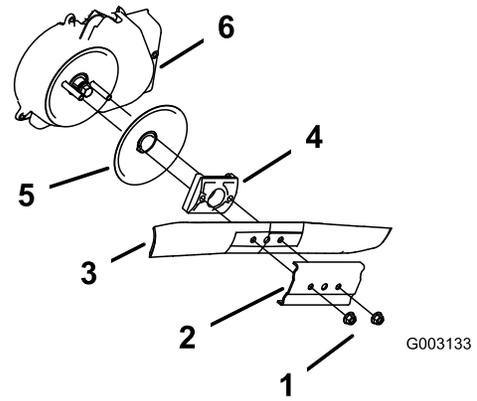

図 24
3. ブレードナット2個とスティフナを取り外す **図 24**。
4. ブレードを取り外す **図 24**。
5. 新しいブレードを取り付ける **図 24**。